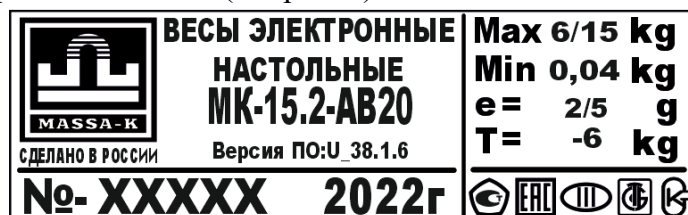

Рисунок 6 – Планка фирменная весов
6.1 Метрологические характеристики весов (класс точности, Max, Min, e, d) определяются согласно значениям на фирменной планке (см. рис. 6).